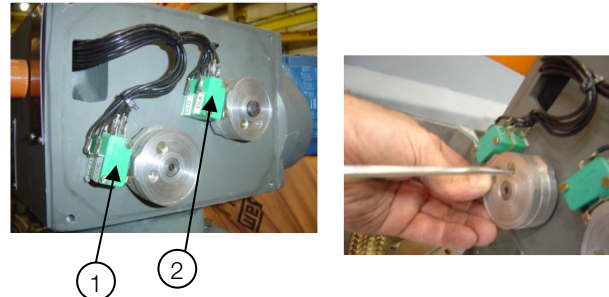

Figura 7.16: Interruptor de límite del actuador electromecánico
**Leyenda de la Figura 7.16:**